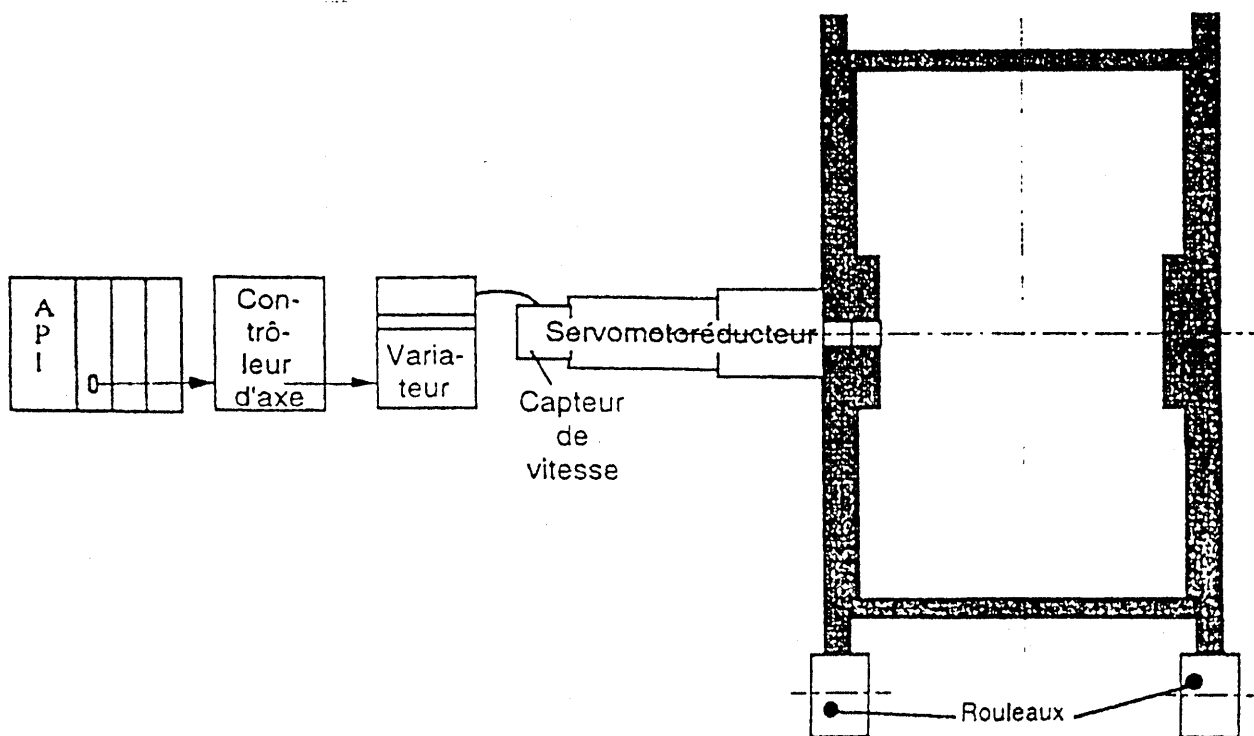

*Figure 1 : Architecture générale de la machine de production d'enveloppes*
La machine de production d'enveloppes primaires comporte huit modules fonctionnels (voir Cahier des Charges Fonctionnel figure 4), dont trois seulement sont présentés sur la figure 1 :
- **module MF4** : module d'aménagement. Ce module, non détaillé figure 1, a pour fonction d'amener l'extrémité de la bande en contact avec le tambour d'enroulement;